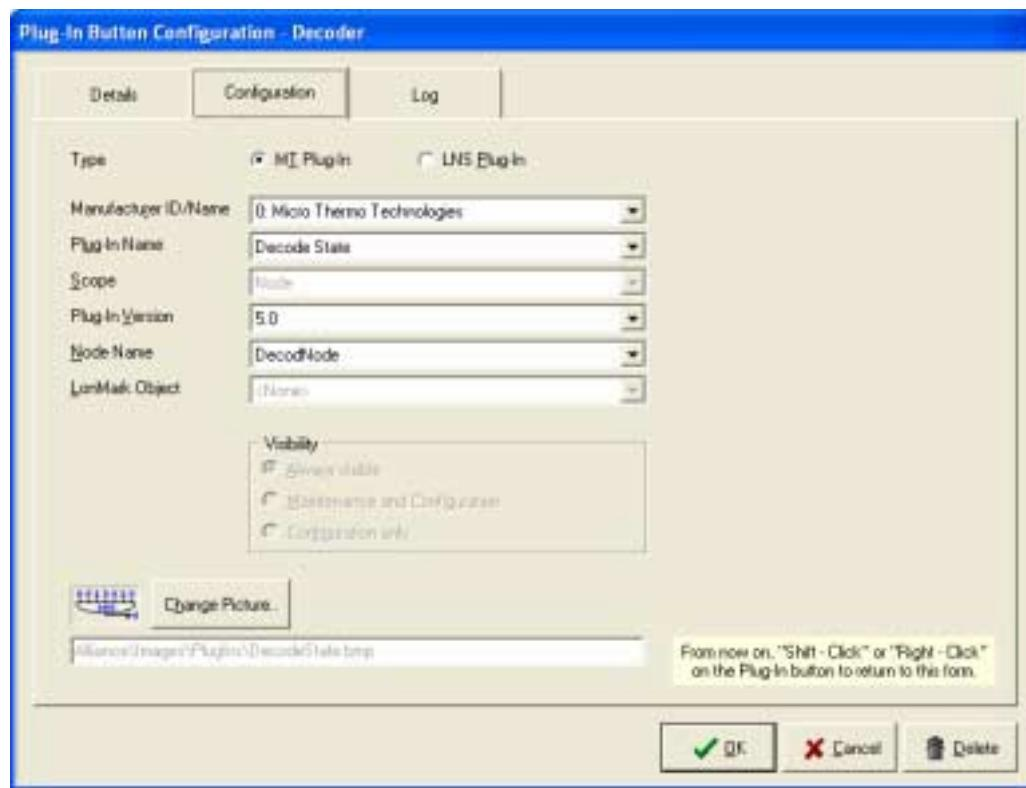

Figure 7 – Configuration du bouton du plugiciel
- 10- La fenêtre qui s'ouvre (Figure 7) vous permet de choisir la variable d'entrée SNVT\_State à laquelle vous désirez connecter la variable **sélectionnée auparavant (nviCtrl1StCmd)**. Choisir le nœud DecodeState (ici **DecodeNode**) dans la liste déroulante.